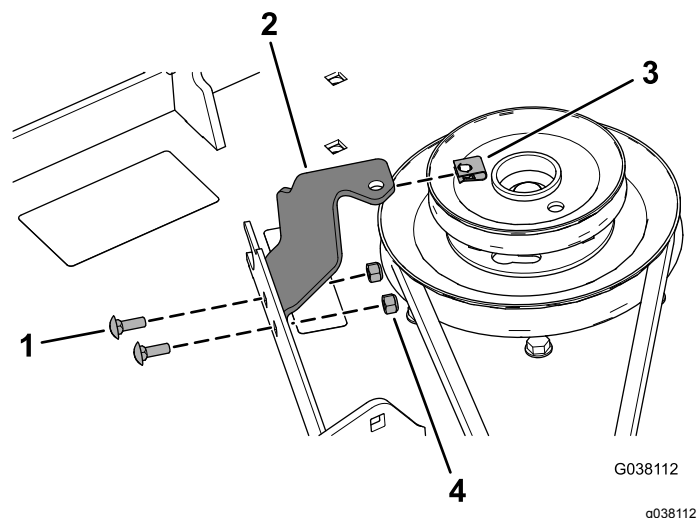

Figure 14
7. Fixez le support du couvercle de courroie sur le plateau de coupe à l'aide de 2 boulons de carrosserie (1/4" x 3/4") et de 2 contre-écrous (1/4"), comme montré à la Figure 14.
8. Placez l'écrou rapide sur le support du couvercle de courroie (Figure 14).